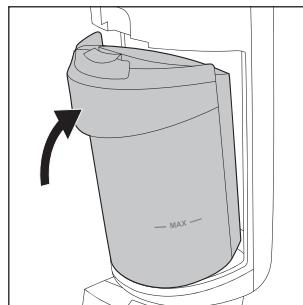

Fig. 30
- ♦ Fixez à nouveau le réservoir d'eau sale **2** sur l'appareil en insérant d'abord le fond du réservoir d'eau sale **2**. Glissez ensuite le réservoir d'eau sale **2** en direction de l'appareil, jusqu'à ce que le réservoir d'eau sale **2** s'enclenche audiblement dans l'appareil (voir fig. 30).